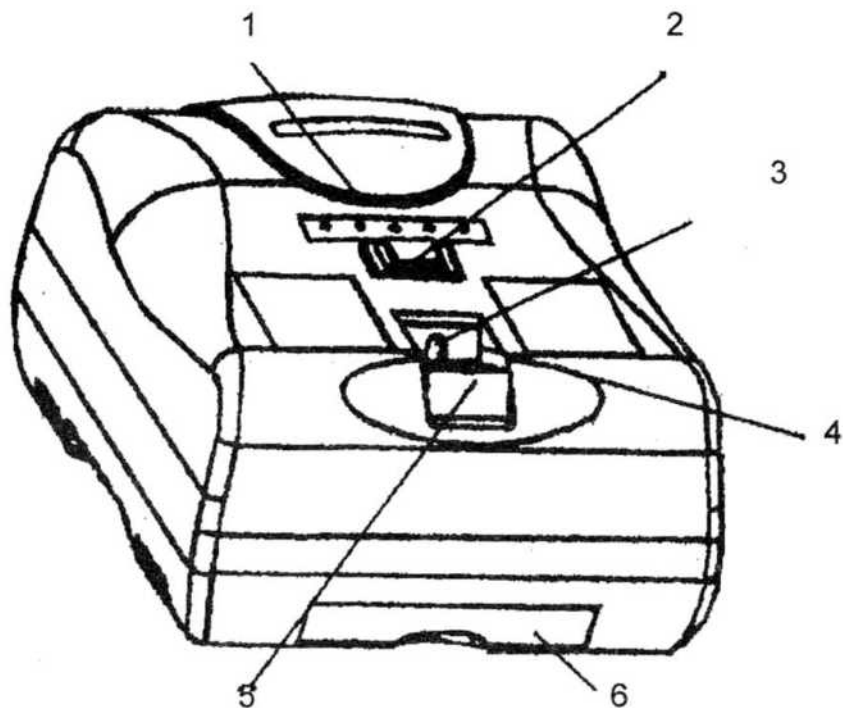

Рис.1 Внешний вид прибора
1. Внешний вид прибора представлен на рис.1.